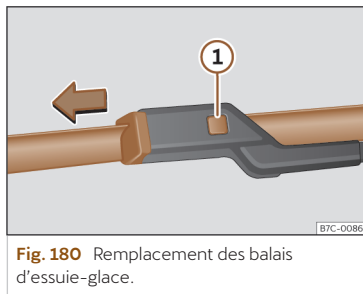

Fig. 180 Remplacement des balais d'essuie-glace.
- Maintenez la touche de déverrouillage >>> **fig. 180** ① enfoncée en tirant légèrement le balai dans le sens de la flèche.